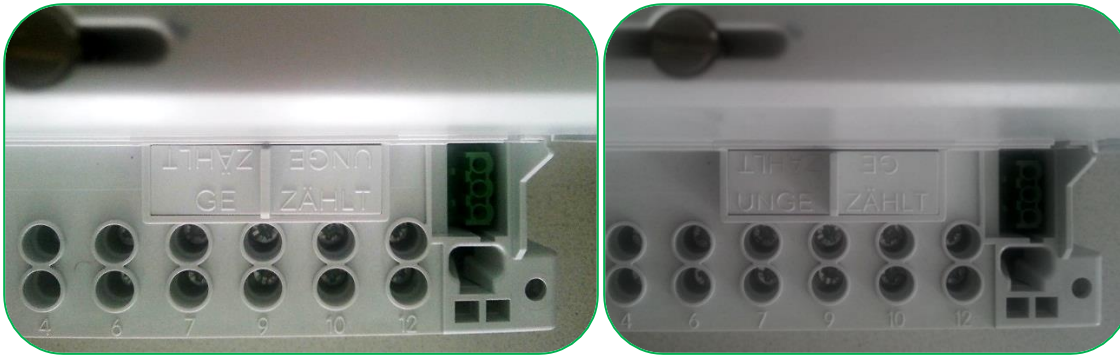

Bild 54: Sicherungsgehäuse in richtiger Position – Stellungen "GEZÄHLT" (links) und "UNGEZÄHLT" (rechts)
4. Sicherungsgehäuse kann wahlweise in zwei Positionen („GEZÄHLT" / "UNGEZÄHLT") montiert werden (Bild 54).